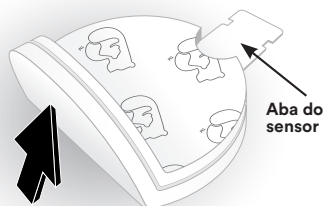

Figura 3-5: Remover o sensor
2. Começando na extremidade do sensor, remova com cuidado o sensor da temperatura do paciente (Figura 3-5).